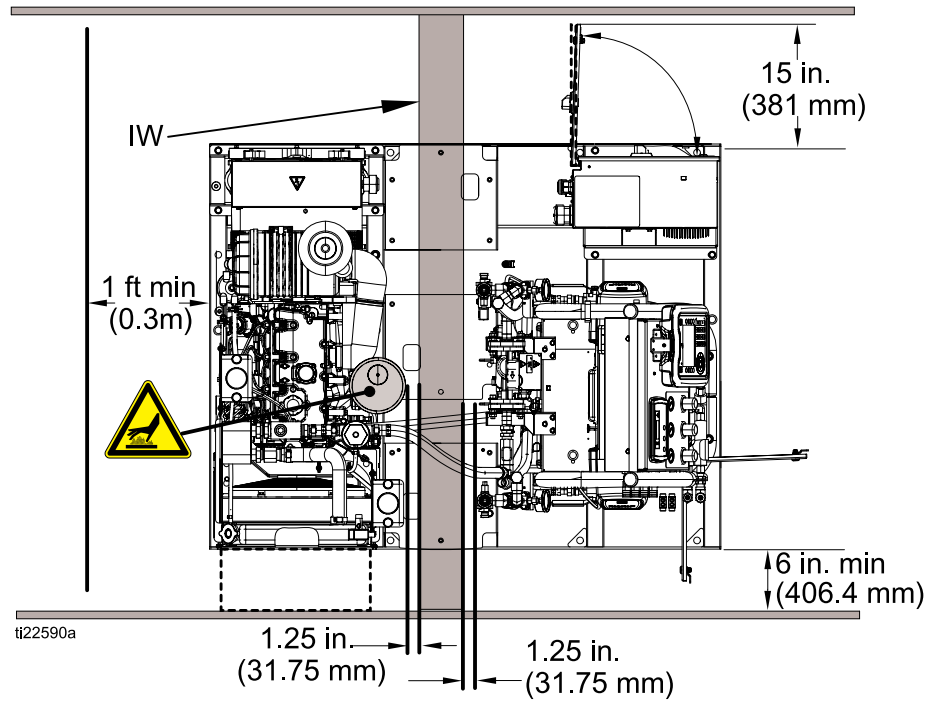

Figure 22 Draufsicht mit Trennwand
4. Bauen Sie die Trennwand (IW) dort ein, wo sich zuvor der Kraftstofftank befand. Stellen Sie sicher, dass sich zwischen der Trennwand, dem Abluftschalldämpfer und dem MSM mindestens 31,75 mm (1,25 Zoll) Platz befindet. Siehe Abb. 22.